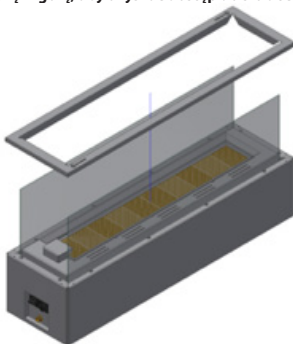

Rys. 7. Wersje dekoracyjne z białego i czarnego szkła
- Zdejmij szyby zgodnie z instrukcjami znajdującymi się na stronie 18, ułóż równomiernie elementy ozdobne na palniku zgodnie z grafiką (rys. 7), po czym zainstaluj je ponownie.